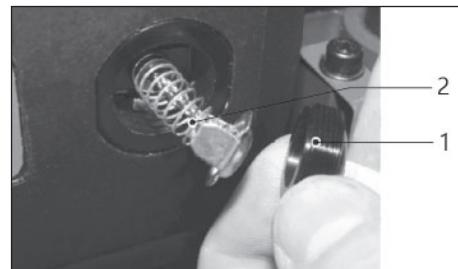

Рисунок 11.
- ослабьте крепление щеткодержателя 1 (рис. 11) и осторожно выньте щётки из электродвигателя;